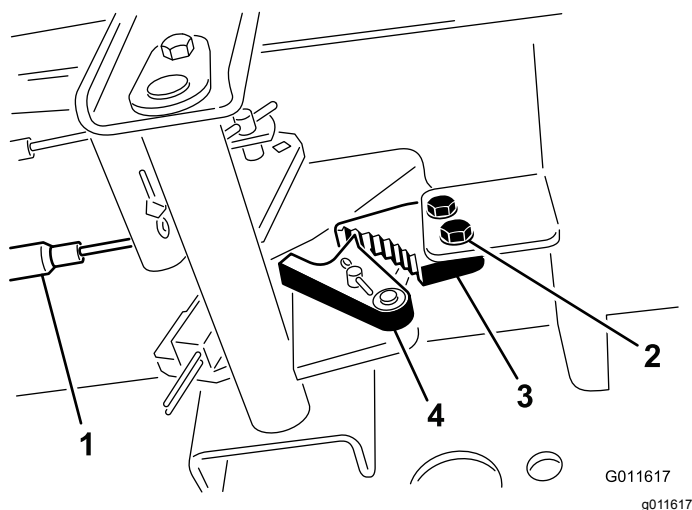

Figura 98
1. Solte os 2 parafusos que prendem a lingueta do travão de estacionamento à estrutura (Figura 98).
2. Carregue no pedal do travão para a frente até o detentor do estacionamento engatar completamente na lingueta do travão (Figura 98).